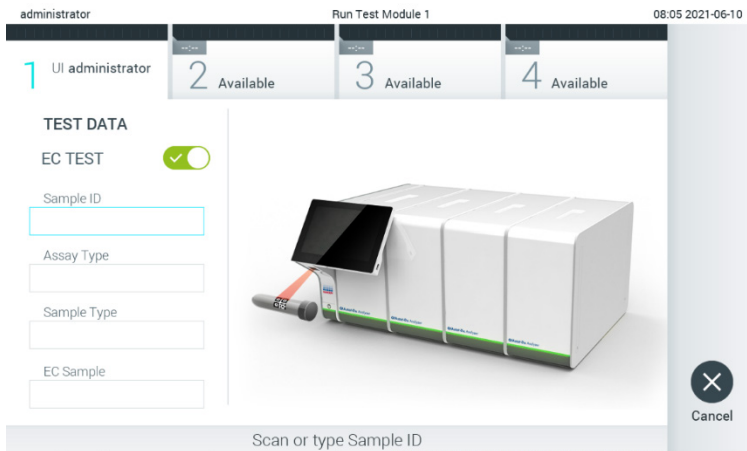

Figura 89. Ligar o botão de alternância EC Test (Teste de EC) para permitir a execução de um teste de EC.
2. Ligue o botão de alternância EC Test (Teste de EC) (Figura 89).
- Quando solicitado, digitalize o código de barras da Sample ID (ID da amostra), utilizando o leitor de código de barras integrado no módulo operacional (Figura 89).